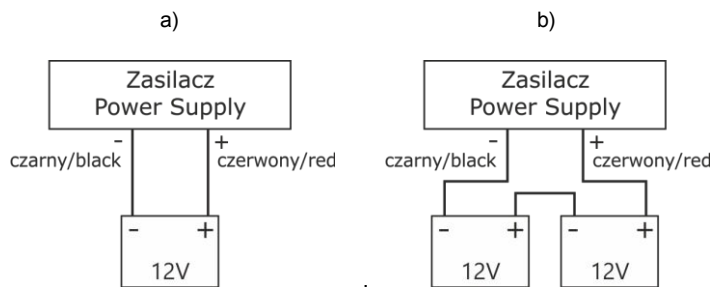

Fig. 4 Raccordement des batteries en fonction de la version de tension de l'alimentation :
5. Installer la/les batterie(s) dans une zone désignée de l'enceinte. Connecter les batteries à l'unité d'alimentation en veillant tout particulièrement à respecter la polarité et le type de connexion (Fig. 4) :